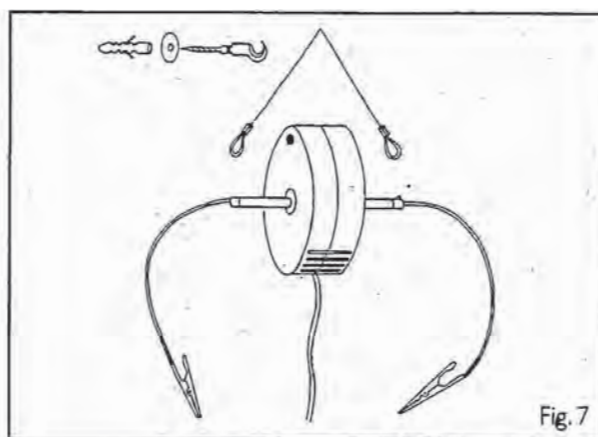

Fig. 7
2. Posizionate i due fermagli rossi della sospensione del cavo sull'asse trasversale del trasformatore in modo da piazzargli esattamente nelle due tacche. Indi sospendete il trasformatore al gancio (fig. 7).